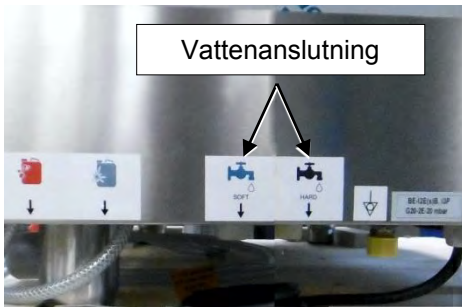

Fig. 57: Vattenanslutning
14. Anslutning för hårt och mjukt vatten på båda apparater (Fig. 57).